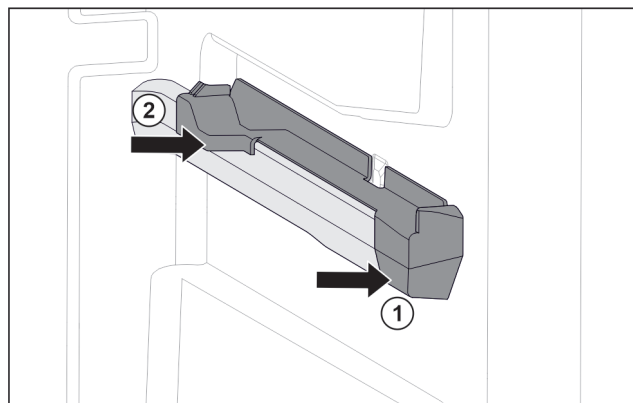

Fig. 103 Вставная часть на правом контейнерном ребре
- Наденьте вставную часть спереди на контейнерное ребро. Fig. 103 (1)
- Нажмите на вставную часть сзади. Fig. 103 (2)